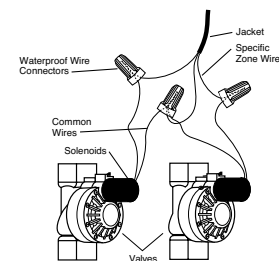

Figure 16: Câblage des vannes
- Chaque vanne a deux fils. L'un des fils doit être connecté en tant que conducteur neutre. Les conducteurs neutres de toutes les vannes peuvent être connectés ensemble à un conducteur neutre allant au programmeur. L'autre fil doit être connecté en tant que fil de station spécifique qui contrôlera cette vanne [Voir Figure 16].